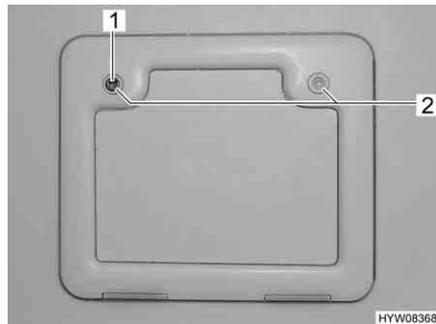

Bild 10 Utvändig lucka Thetford-kassett
- Stick in nyckeln i låscylindern i trycklåsets (Bild 10,1) och vrid ett kvarts varv.
- Tryck samtidigt in de två trycklåsen (Bild 10,2) med tummarna och öppna den utvändiga luckan.
- Stick in nyckeln i låscylindern (Bild 10,1) och vrid ett kvarts varv.